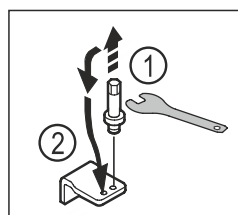

Fig. 17
- Выкрутите болт на нижнем опорном кронштейне при помощи ключа с наружным шестигранником SW5. Fig. 17 (1)
- Установите болт на противоположной стороне. Fig. 17 (2)